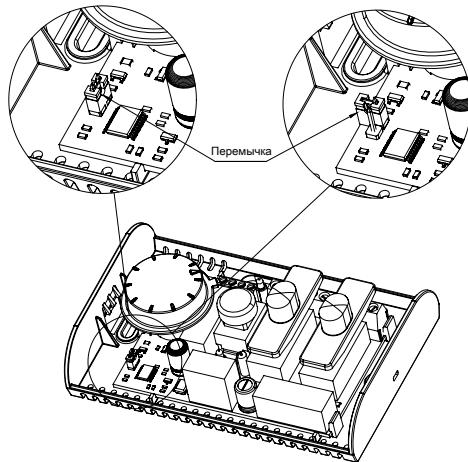

Рисунок 3.
- Установить перемычку в определенное положение (смогреть рисунок 3);